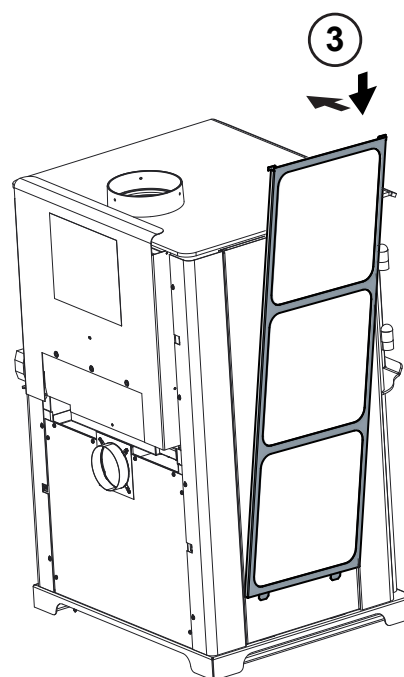

Figure 17.5
3. Fixez à nouveau le cadre des tuiles Figure 17.5.